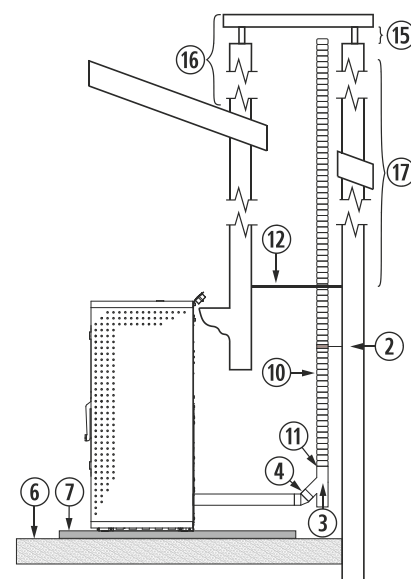

Figura 7
4.26. A instalação numa chaminé de obra pode ser feita, na totalidade, em tubo flexível, tal como indicado na figura 7. Deve-se ter especial cuidado ao efectuar o isolamento entre a chaminé e o tubo da saída de gases para evitar possíveis retrocessos de gases em caso de tempestade.
②	Abraçadeira de união de aço inox
③	T de 135° com registo
④	Curva de 45°
⑥	Chão de madeira
⑦	Protector de chão ignífugo
⑩	Tubo de aço inox flexível
⑪	União adaptadora de flexível a rígido
⑫	Isolante anti-retrocesso
⑮	Mínimo 200mm
⑯	Deve ultrapassar o tecto em 1 metro